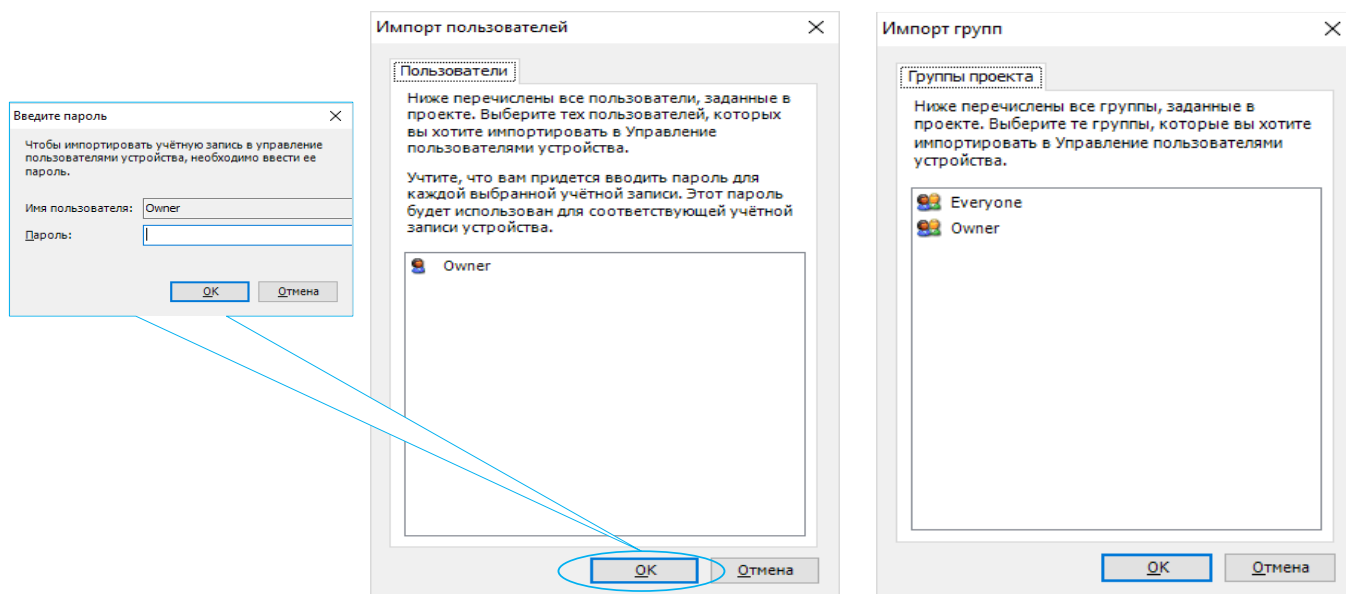

Рисунок 281 – Диалоговые окна импорта пользователей/групп
- для импортирования **Пользователей / Группы**, заданных в проекте, нажмите кнопку  **Импорт...** (**Импорт...**, в соответствующем списке), всплывет диалоговое окно **Импорт пользователей / групп** (Рисунок 281). Выберите **Пользователей / Группы** и подтвердите нажатием кнопки **ОК**. В целях безопасности все импортируемые учетные записи пользователей переносятся с пустыми паролями.